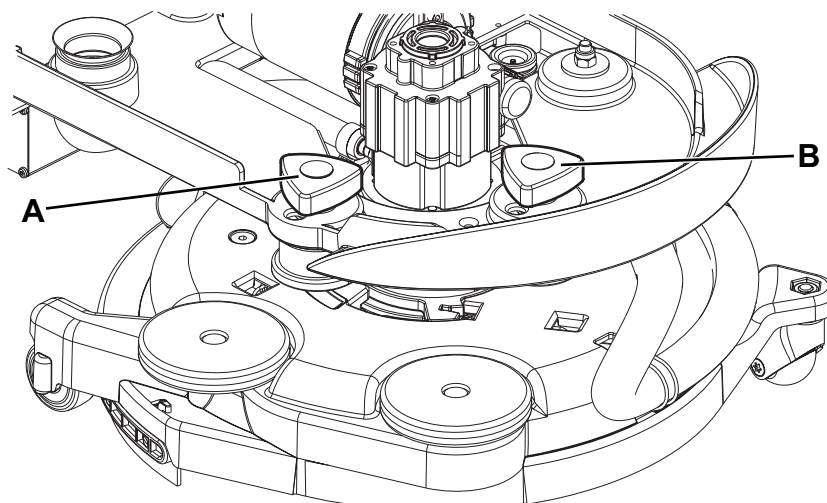

Рис. 5
2. Отрегулируйте скорость машины с помощью маховика (А, Рис. 5):